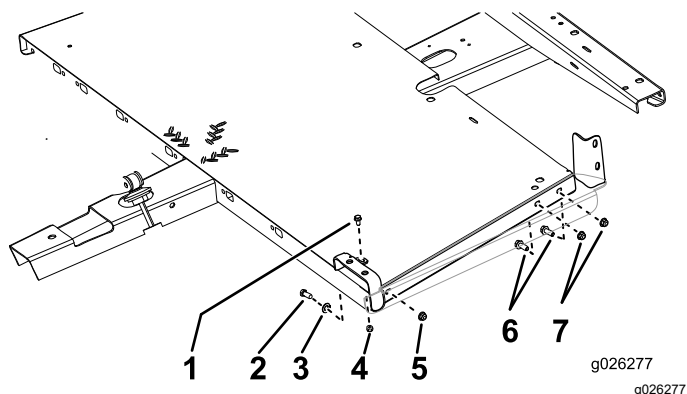

Figure 4
1. Fixez les panneaux de plancher sur le cadre, comme montré à la Figure 4.